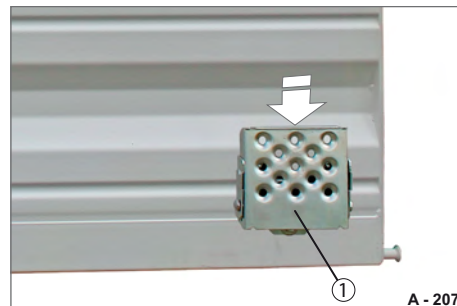

Abb. 218 Klaptritt, zugeklappt
- ▶ Klappen Sie die Trittstufe (Abb. 218/1) nach oben und schieben Sie diese nach unten.